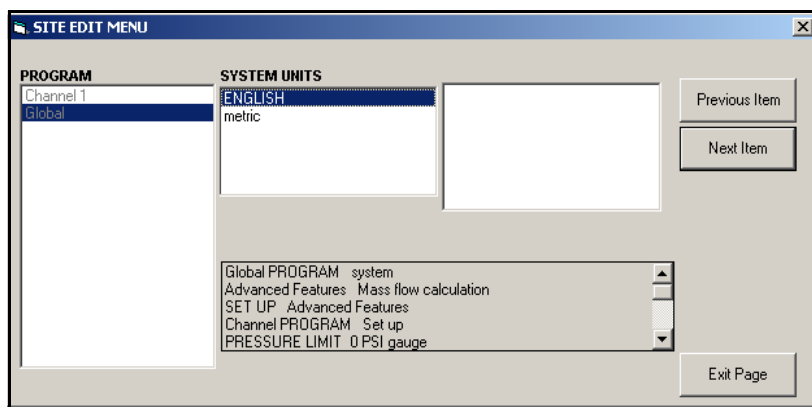

Рис. 45: Опция System в меню Global
2. Выделите и дважды щелкните по *System* в центральной панели. После этого появится окно, сходное с Рис. 45 внизу.